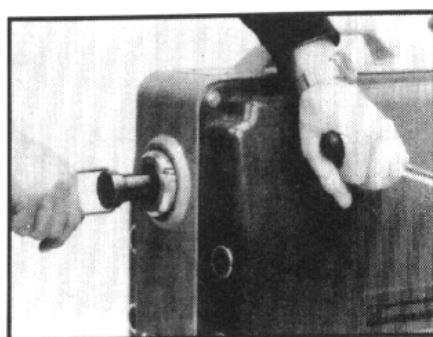

Рис.9.
- c. Нажмите рычаг управления зажимной цангой вниз примерно на 10-20мм и одновременно, потянув за держатель нарезной шпульки, удалите цангу из машины (рис.9.).